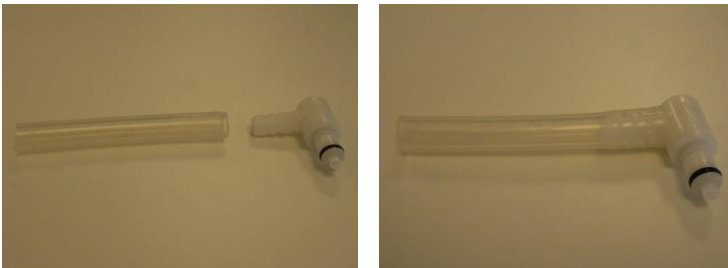

Figura 3-38. Conexión del tubo largo de vacío a su adaptador de conexión rápida
2. Conecte la pieza más larga del tubo de vacío a su adaptador de conexión rápida, como se muestra en la Figura 3-38.